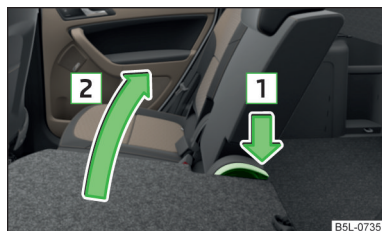

Fig. 71
- Presione la palanca en la dirección de la flecha **1** » fig. 71 y vuelva a abatir el respaldo a la posición de salida en la dirección de la flecha **2**.